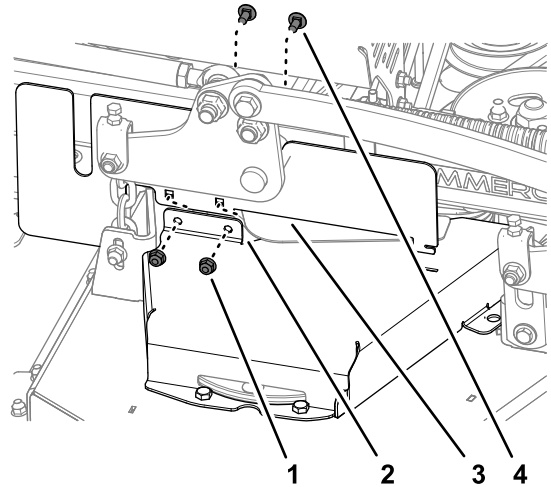

**Bild 40**
1. Montieren Sie die rechte Riemenabdeckung mit den beiden Schrauben, die Sie in Entfernen der linken Riemenabdeckung \(Seite 30\) entfernt haben, an das Mähwerk (Bild 40).